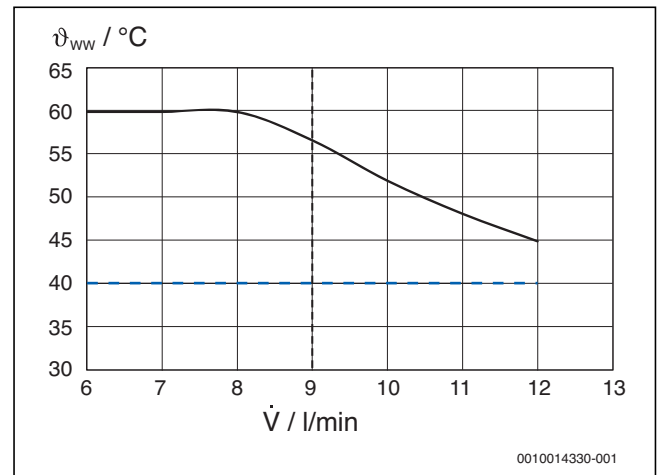
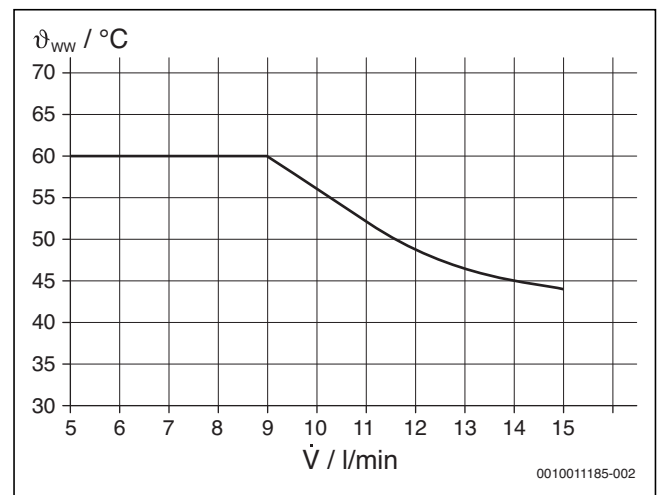

Bild 40 GB182i-20 KD: Warmwasser-Dauerleistungen bei einer Kaltwasser-Eintrittstemperatur von 10 °C
Bild 41 GB182i-35 K: Warmwasser-Dauerleistungen bei einer Kaltwasser-Eintrittstemperatur von 10 °C
- hohe Warmwasser-Dauerleistung (→ Bild 40 und Bild 41)
Legende zu Bild 40 und Bild 41: